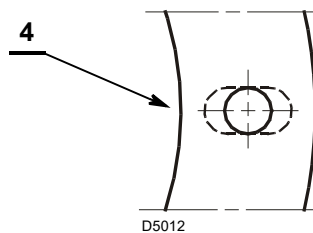

Fig. 7
- Si es necesario, agrandar los orificios de la junta aislante 4)(Fig. 7).